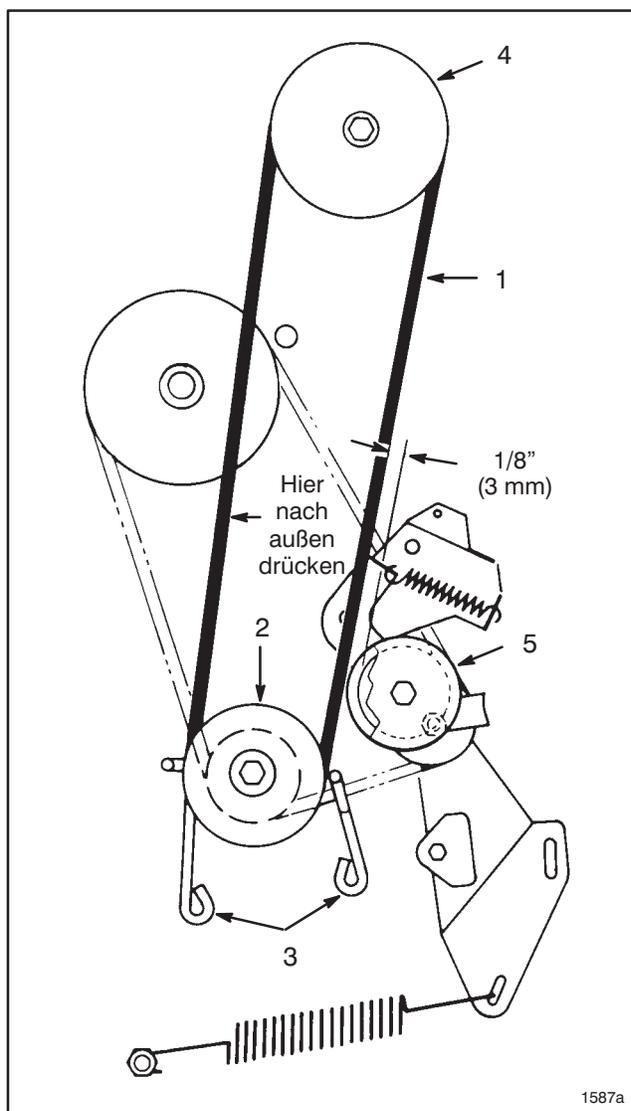

Abbildung 18
7. Die Kopfschrauben lösen, mit denen (2) Motorscheiben-Riemenführungen befestigt sind, und die Führungen von der Scheibe weg bewegen. Den Decktreibriemen von der Motorscheibe entfernen (Abb. 18).
9. (2) Schrauben entfernen, mit denen die Riemenführung am Mähergehäuse befestigt ist, und die Riemenführung entfernen. Den Riemen von der Scheibe entfernen.
12. Den Riemen nach außen drücken (Spiel beseitigen) wie in Abb. 18 gezeigt und den Spielraum zwischen Außenseite des Riemens und Innenseite der Leitradsscheibe überprüfen (Abb. 18). Der Spielraum sollte ca. 1/8 Inch (3 mm) betragen.